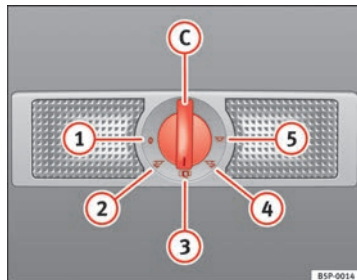

Fig. 83 Revestimiento interior del techo: iluminación interior y de lectura de la parte trasera del habitáculo.
Con el mando ⇒ fig. 83 C puede seleccionar las siguientes posiciones:
Con el mando en la posición ⇒ fig. 83 ① la luz interior y las de lectura están apagadas.